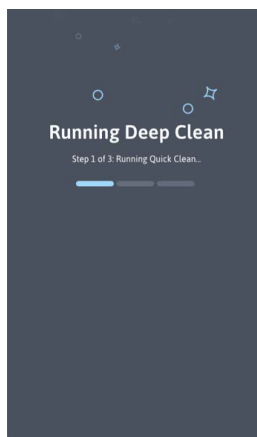

Figura 40
3. El analizador llevará a cabo 2 ciclos de lavado y luego ejecutará de forma automática una limpieza a fondo (3 minutos). Para terminar, ejecutará automáticamente 2 ciclos de limpieza adicionales (Figura 40). Durante la limpieza a fondo de 3 minutos, el dispositivo parecerá estar inactivo, mientras el sistema de fluido se empapa de hipoclorito.